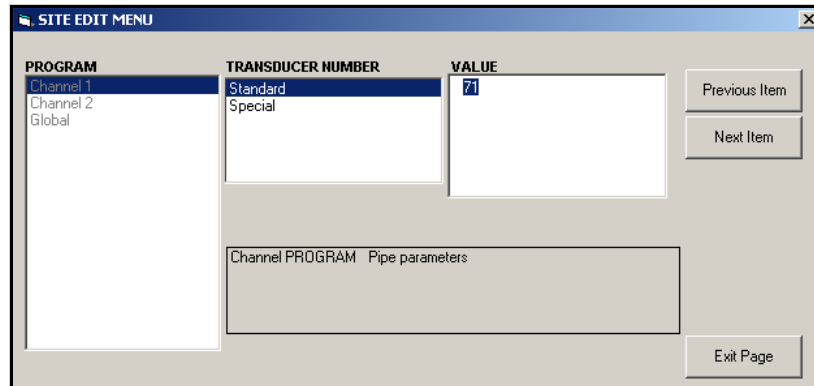

Рис. 42: Опция Pipe Parameters в меню Site Edit
- a. Выделите и дважды нажмите нужную опцию на центральной панели. На *Рис. 42* внизу отображена первая запись (номер преобразователя) в разделе *Pipe Parameters* (Параметры трубы). Заголовок над центральной панелью отображает текущую запись, в то время как сама центральная панель отображает доступные параметры для этой записи.